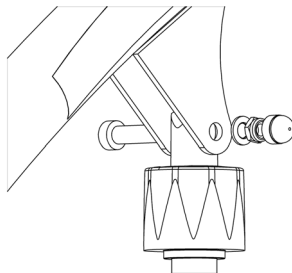

Fig. 1.6E
4. Monte a biela dos atuadores no braço de elevação. Utilize a chave Allen e a chave inglesa para apertar o parafuso/porca. (Fig. 1.6E). Coloque a tampa na porca.